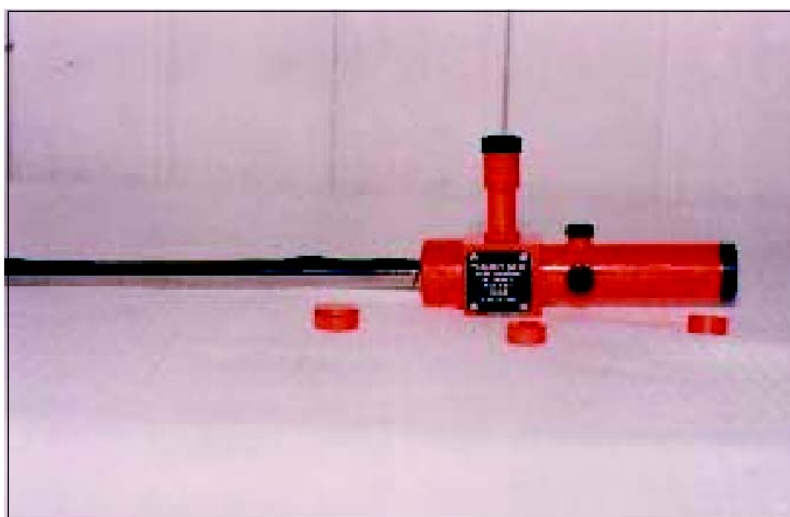

Fig 11-7. Luneta de retificação do suporte do aparelho de pontaria 0,5 in MKII
(1) retire as capas protetoras dos parafusos de ajustagem da luneta de retificação do suporte do aparelho de pontaria.(Fig 11-7). Solte os parafusos de ajustagem;